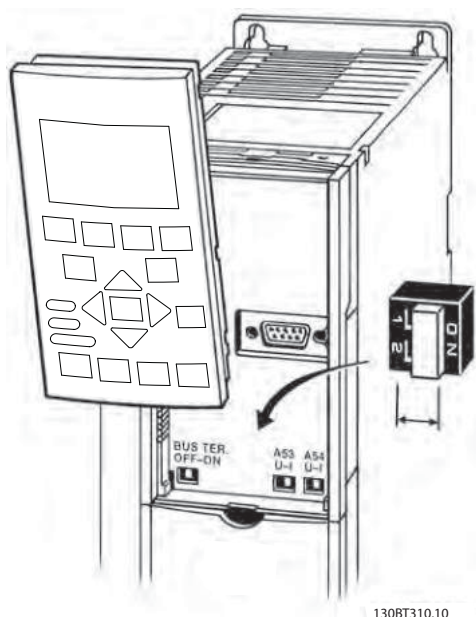

Ilustración 3.13 Ubicación de los interruptores y del interruptor de terminación de bus de los terminales 53 y 54
- Puede accederse a los conmutadores cuando se ha retirado el Teclado (véase la *Ilustración 3.13*). Tenga en cuenta que algunas tarjetas de opción disponibles con la unidad podrían cubrir estos conmutadores y, por tanto, es necesario quitarlas para cambiar la configuración de los conmutadores. Desconecte siempre la alimen-